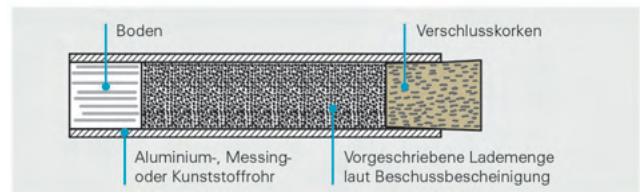

Abb. 26: Dosierung der Pulvermenge für einen Schuss (abgepackte Einzelladung)
- Die vorgeschriebenen Pulverladungen sind abzuwiegen oder mit einem Messbecher entsprechend den Angaben in der Beschussbescheinigung als abgepackte Einzelladungen vor dem Schießen abzufüllen (s. Abb. 26).